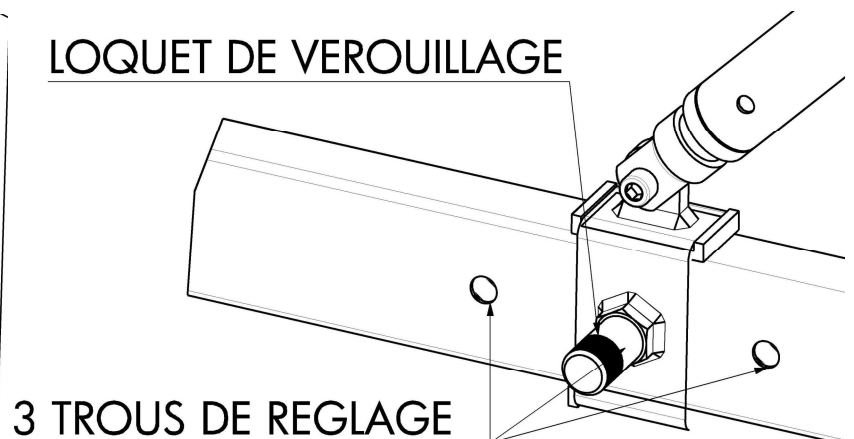

Figure 4
- ⇒ Choisir l'un des 3 trous latéraux de la patte et verrouiller le loquet (Figure 4)